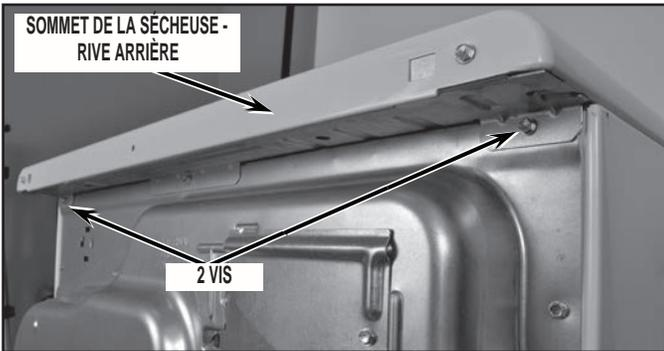

FIGURE 1
- Ôter le sommet de la sécheuse : ôter les deux (2) vis de fixation à l'arrière de la sécheuse. Voir *Figure 1*.